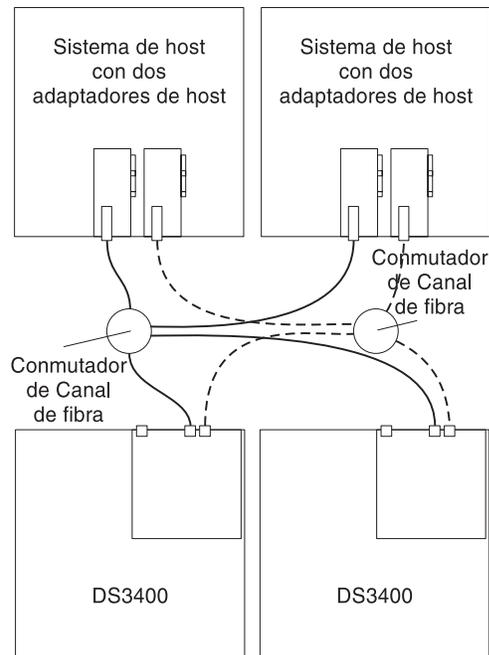

Figura 46. Ejemplo de dos subsistemas de almacenamiento en un entorno de conexión a SAN dual
- Dos subsistemas de almacenamiento en una configuración de entorno de conexión a SAN dual, tal como se muestra en la Figura 46 en la página 52
En la Figura 46, los conmutadores de Canal de fibra no están conectados entre sí. Cada conmutador forma su propio entorno de conexión a SAN.